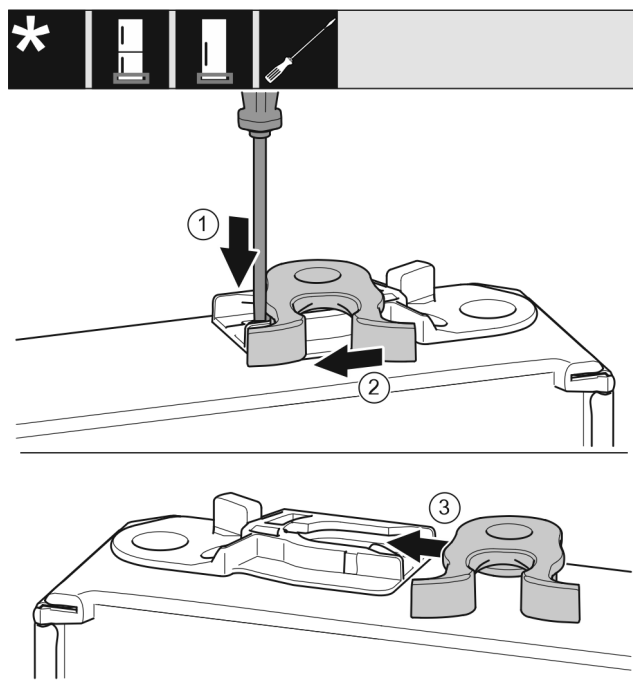

Fig. 51 *
- Pousser la languette Fig. 51 (1) vers le bas avec un tournevis plat.*
- Retirer la gâche Fig. 51 (2) du guide.*
- Pousser la gâche Fig. 51 (3) de l'autre côté dans le guide.*